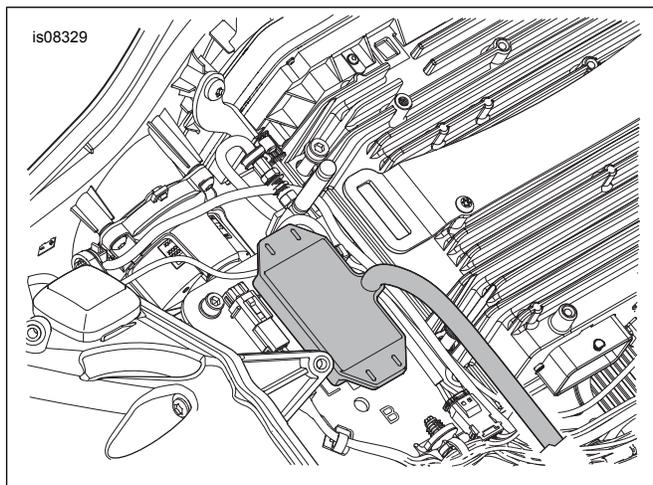

Abbildung 16. Montage des Senders (FLTR Touring-Modelle ab 2017)
2. Abbildung 16 . Die Schutzfolie von der Klebeschicht des Schaumpolsters auf dem Sender abziehen.